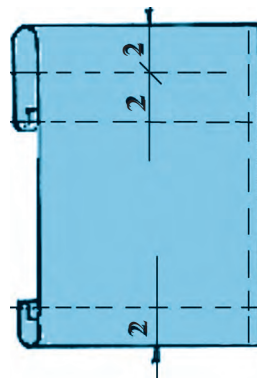

Рис. 42. Шитьё шапочки.
8. Затем намётанная нитка снимается. Проводится влажно-тепловая обработка швов (рис. 42).